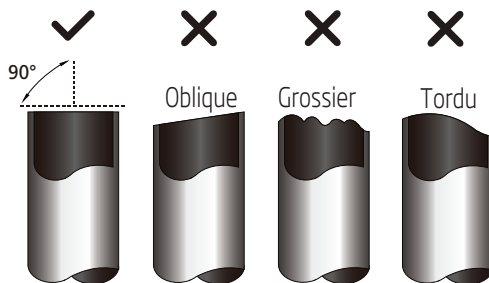

Fig. 3.1
3. Vérifiez que la conduite est coupée parfaitement à un angle de 90°. Reportez-vous à la figure 3.1 pour des exemples de mauvaise coupe.